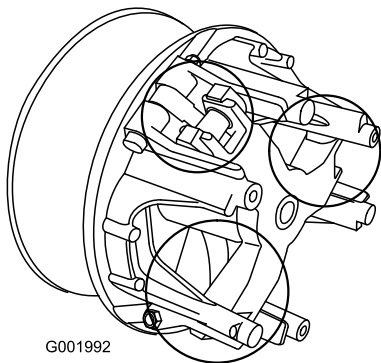

Figura 60
5. Lubrique las piezas en movimiento en las zonas indicadas en Figura 60 usando Spray Lubricante Seco Toro, disponible a través de su Distribuidor o Consesionario Autorizado Toro.